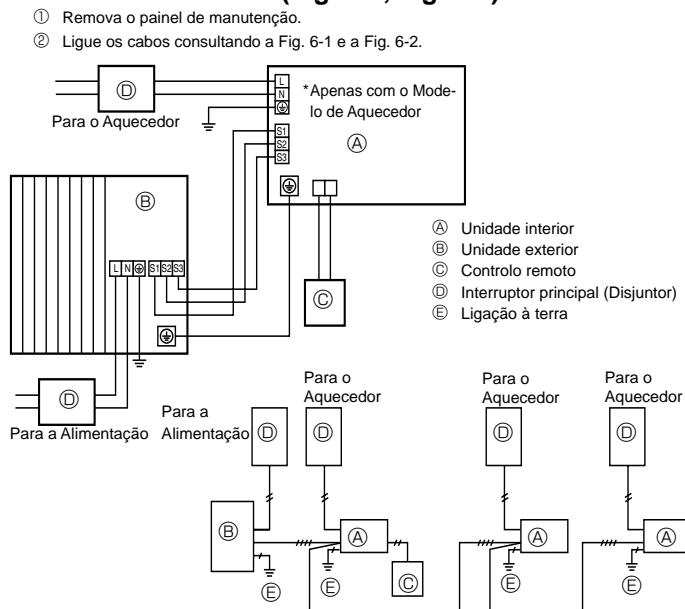
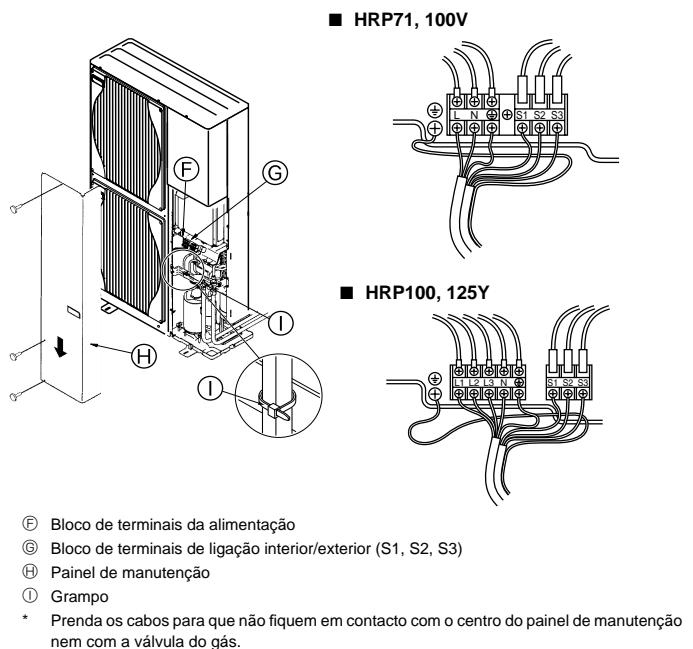

Fig. 6-1
Fig. 6-2
6.1. Unidade exterior (Fig. 6-1, Fig. 6-2)